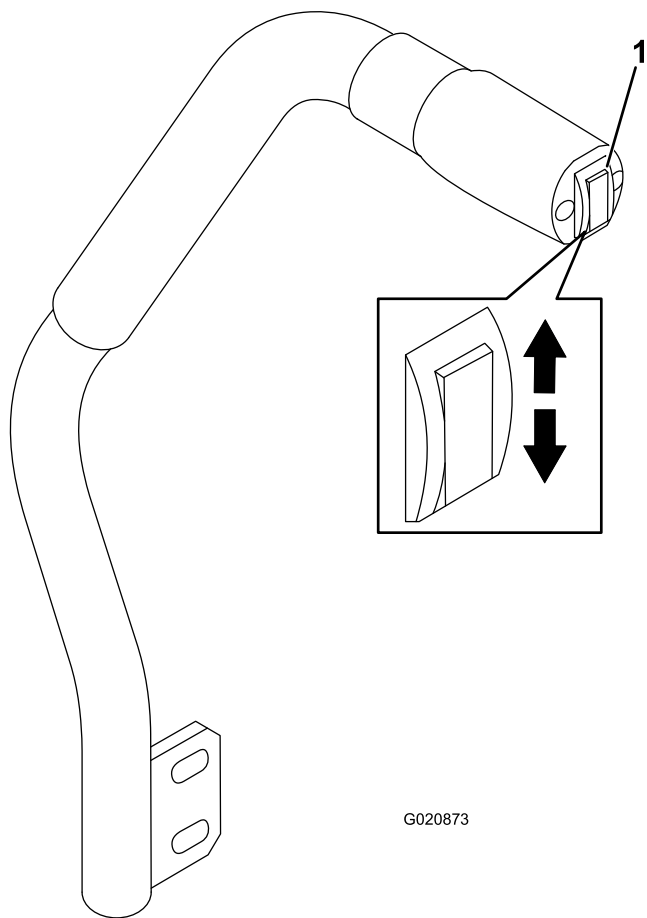

Figura 27
El interruptor de elevación de la carcasa eleva y baja la unidad de corte (Figura 27). El motor debe estar en marcha para poder utilizar esta palanca.
- Para bajar la unidad de corte, presione hacia abajo el interruptor de elevación de la carcasa (Figura 27).
- Para elevar la carcasa de corte, suba el interruptor de elevación de la carcasa (Figura 27).